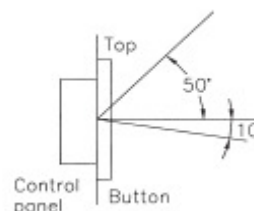

Figure 2
• Le LCD est conçu pour une lecture impeccable dans les angles repris ci-dessous en figure 2. Montez l'unité de commande afin que l'angle de vision se situe dans le champ des angles indiqués.